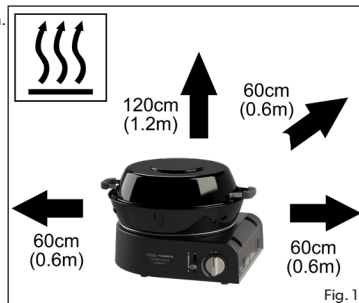

Fig. 1
- Zorg ervoor dat het toestel gebruikt wordt op afstand van brandbare materialen. Minimale veilige afstanden boven het toestel - 1,2m, aan de achterkant en zijkant - 0.6m. (fig.1)